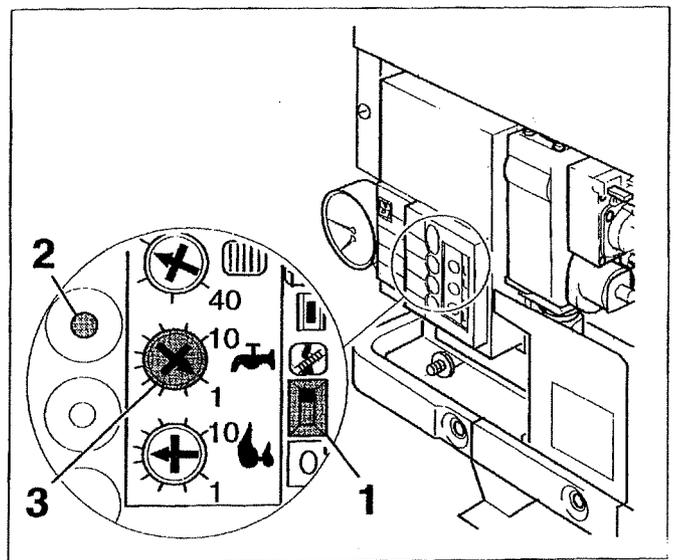

Fig. 39 Preimpostazione per la "misurazione della pressione del bruciatore"
- ◆ Spostare l'interruttore "spazzacamino" (Fig. 39, punto 1) nella posizione corrispondente al simbolo dello spazzacamino (Display: "-/A").
- ◆ Tenere premuto il tasto di servizio (Fig. 39, punto 2) per circa 5 s (Display: "-/Y").
- ◆ Mettere ad "1" il regolatore dell'acqua sanitaria (Fig. 39, punto 3).